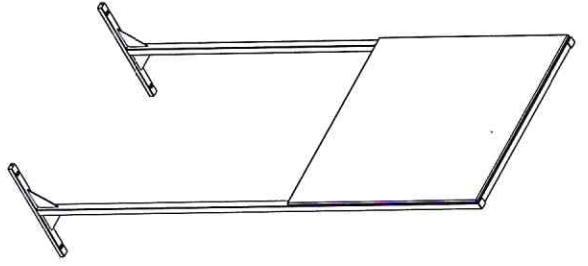

Рисунок 1 - Общий вид изделия
4.1 Изделие является сварным, неразъемным, поставляется в собранном виде (рисунок 1).